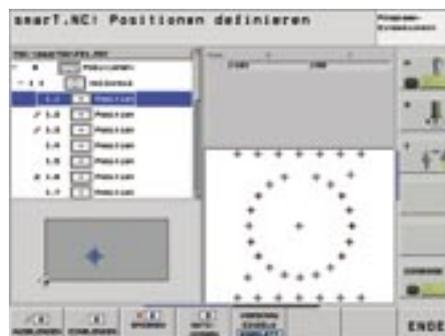

Bild 10: Ausblenden einzelner Bearbeitungspositionen
- Innerhalb der Baumstruktur ist jeder beliebige Punkt einzeln selektierbar. Auf diese Weise kann die Bearbeitungsposition ausgeblendet oder komplett gesperrt werden. (Bild 10)